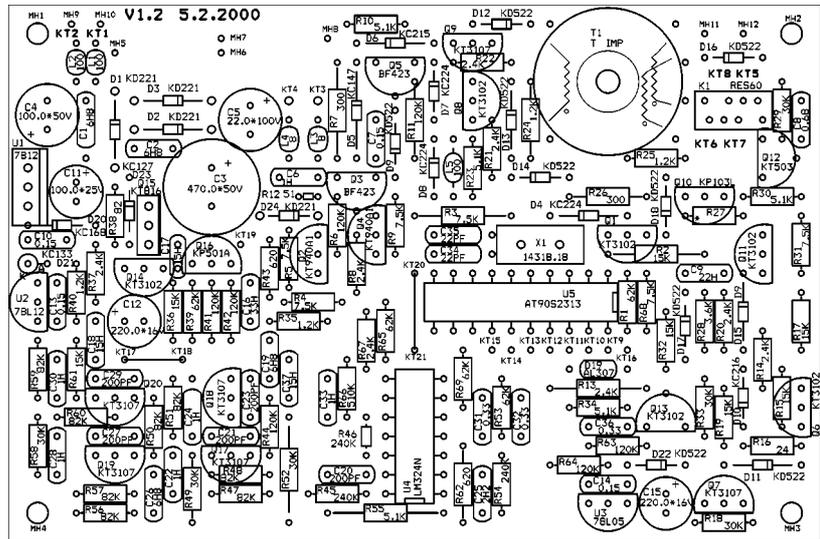

рис. 4
**Конструкция.** Дигитайзер собран в виде двух блоков – основного, в котором находится плата (рис.4, 5), и выносного блока питания, в котором находится сетевой трансформатор, предохранитель и индикатор наличия питания. В качестве сетевого можно использовать любой трансформатор, рассчитанный на напряжение 22–25 В и ток 0,1 А. Автор использовал трансформатор и корпус от БП Д2-40. Импульсный трансформатор намотан на кольце К16х10х4 2000НМ, обмотанном в два слоя лентой шириной 5–6 мм, нарезанной из полиэтиленового пакета с помощью линейки и лезвия. Первичная обмотка содержит 250 витков провода диаметром 0,15–0,22 мм, намотка виток к витку, между слоями наматывают ту же ленту в один слой. Перед намоткой вторичной обмотки следует намотать два слоя ленты. Вторичную обмотку, которая содержит 42 витка, наматывают тем же проводом, сложением